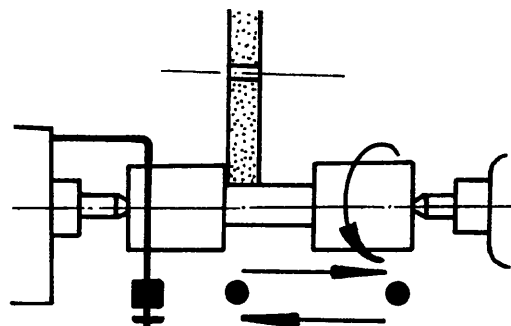

Fig. 3
- 2) Si el rebaje no tiene canal de salida (fig. 3), deberá hacerse en forma manual.